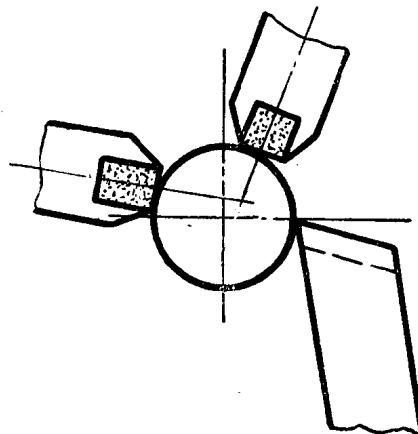

图 I-1.3
有时会出现下列两种情况：一种情况是刀架中心线高于或低于主轴中心线，这时需要重新调整中心线的高度及横向中心；另一种情况是刀架中心线与主轴中心线成一定角度，此时要调整支承块，使平面与三爪卡盘端面靠平。这两种情况如果不加调整，都会出现图 I-1.3 所示的不准确情况。
- (1) 将加工材料伸出三爪卡盘端面约20毫米，夹牢。
- (2) 把支承块和支承托块退开，以免试加工时毛坯将支承块碰坏。
- (3) 把刀架退回已调整好的零点位置，使刀架中心线与主轴中心线重合。
- (4) 试加工零件，调整刀夹，车刀从圆心零点向外移动，移动的距离等于加工零件名义尺寸的半径，查看刀架中心线与主轴中心线是否重合，其误差不得超过1毫米，否则也会出现图I-1.3所示情形，加工表面出现啃毛现象。然后直接摇动刀架以调整工件尺寸。为了保证经过挤压后的零件尺寸在公差范围内，车削尺寸应保证中间值，例如 $\phi 10 \pm 0.02$ 毫米的工件应车削成 $\phi 10 \pm 0.01$ 毫米。
- (5) 将支承块与车削好的加工件接触压紧，支承托块调节到与零件表面轻轻接触，压力不宜过大。
- (6) 为了便于刀具磨损后调节公差，在固紧车刀后，使螺钉2固紧在夹刀套18上(参见压光刀架装配图)。当刀具磨损后，工件尺寸变大。这时需松开夹刀套螺钉2，使刀具移向中心，重新测定工件尺寸。在变化量不大的情况下，可敲打车刀下部，然后再固紧夹刀套螺钉，继续进行切削加工。